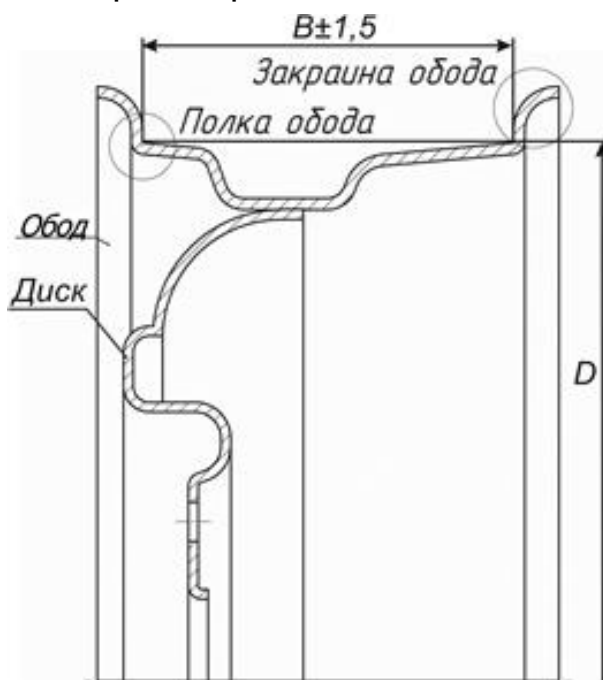

Рисунок 1.1 - Поверхности обода, подлежащие реставрации
1.1 Стенд для правки автомобильных дисков, модель «Титан ST/16», далее по тексту «стенд», предназначен для реставрации деформированных закряин и полок ободьев колес легковых автомобилей шириной 4...6,5 дюймов и диаметром 12...16 дюймов (рисунок 1.1). Закряины и полки обода реставрируются с помощью дископравного устройства, описанного в разделе 4 настоящего руководства по эксплуатации.
ВНИМАНИЕ! Диск колеса см. рисунок 1.1 реставрации не подлежит.